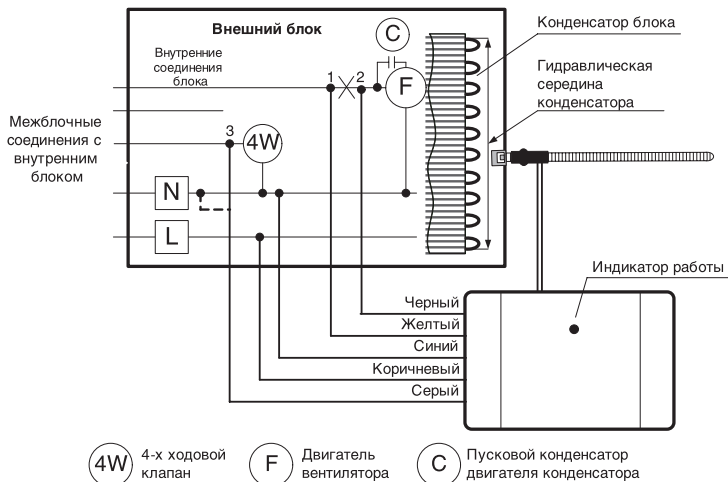

рис. 8
3. Разрежьте провод питания вентилятора внешнего блока, как показано на рис. 8. Подсоедините желтый провод регулятора к точке 1, черный провод к точке 2.
- 4.2. При установке в блок «охлаждение – нагрев», 4-х ходовой клапан которого в режиме «охлаждение» обесточен, подсоедините серый провод к точке 3 (рис. 8).
- 4.3. При установке в блок «охлаждение – нагрев», на 4-х ходовой клапан которого в режиме «охлаждение» подается напряжение питания, подсоедините серый провод к точке 3 (рис. 8), снимите наклейку на задней крышке регулятора, перекусите проволочную перемычку на плате и восстановите наклейку.